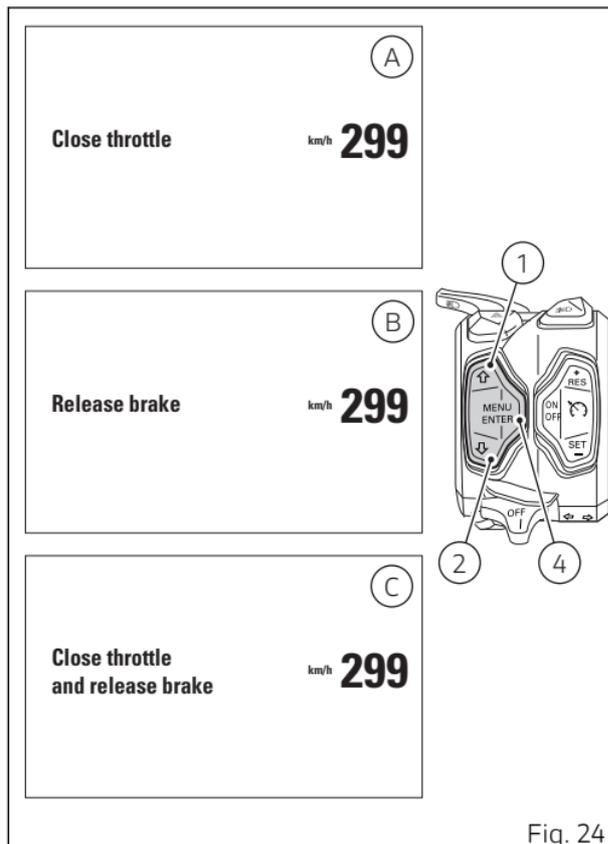

Fig. 24
- si la commande des gaz est en position « ouverte », le tableau de bord active l'indication « CLOSE THROTTLE » (A, Fig. 24) ; le nouveau style de conduite sélectionné est confirmé et enregistré uniquement lorsque la commande des gaz est en position « fermée », puis la « page-écran standard » est de nouveau affichée ;
- si la commande des gaz est en position « fermée » mais les freins sont actionnés, le tableau de bord active l'indication « RELEASE BRAKES » (B, Fig. 24) ; le nouveau style de conduite sélectionné est confirmé et enregistré uniquement lorsque les freins sont relâchés, puis la « page-écran standard » est de nouveau affichée ;
- si la commande des gaz est « ouverte » ou les freins sont actionnés et le véhicule est en marche, le tableau de bord affiche l'indication « CLOSE THROTTLE AND RELEASE BRAKES » (C, Fig. 24) ; le tableau de bord confirme et enregistre le style de conduite sélectionné seulement quand toutes les conditions sont remplies (commande des gaz fermée, freins relâchés ou véhicule à l'arrêt), puis la « page-écran standard » est de nouveau affichée.